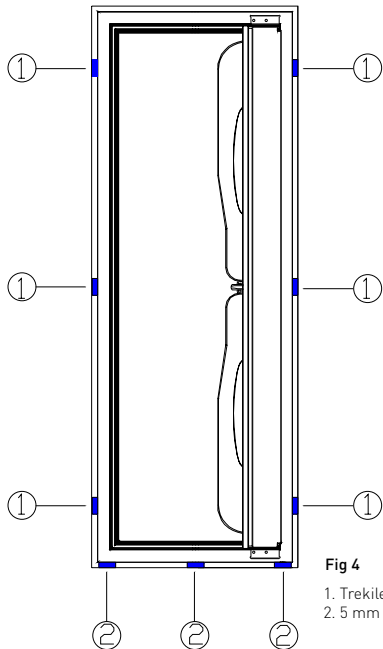

Fig 4
4. Før oppunder karm med to stk. 5mm treklosser nær hver veggside og evt. en stk. trekloss midt under døren. **Se fig 4, pkt. 2.**
5. Karmen kiles på plass på sidene helt oppe og helt nede, samt med avlastningskiler midt på sidene. Kontroller at karmen nå er i vater og lodd! **Se fig 4, pkt. 1.**